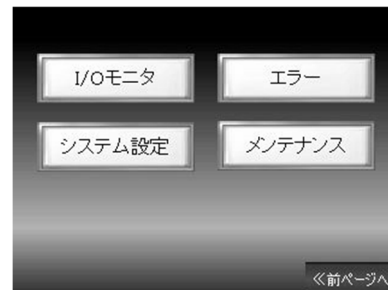

図 7-38
- ・ 運転画面の **メニュー** スイッチを押すと、メニュー画面に切り替ります。(図 7-38)
- ・ メニュー画面(図 7-38)の **I/O モニタ** スイッチを押すと、I/O モニタ画面に切り替り、シーケンサの入出力信号をモニタ出来ます。
- ・ メニュー画面(図 7-38)の **エラー** スイッチを押すと、エラーメニュー画面に切り替ります。(図 7-41)
メニュー画面(図 7-38)の **メンテナンス** スイッチを押すと、メンテナンス画面に切り替ります。(図 7-44)